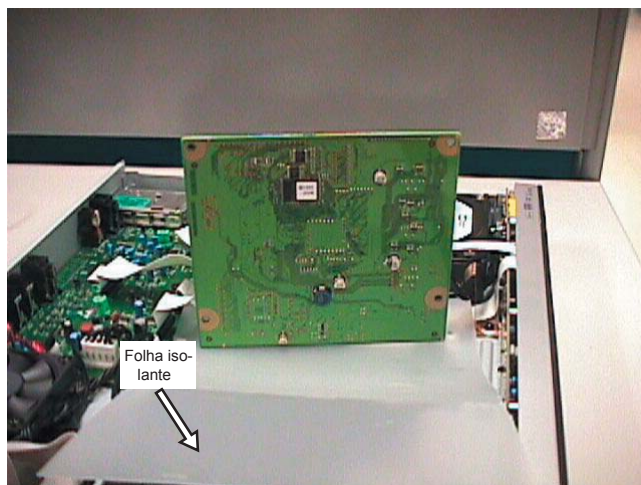

Figura 4-9: Painel Digital Posição de Serviço
- 2) Posição de Serviço é dado na Figura 4-9.